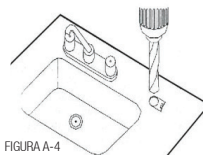

FIGURA A-4
2. Si perfora un fregadero de mármol, granito cerámico, laminado o metálico, primero deberá usar una broca de 5 mm y después una de 12 mm, respectivamente. El taladro debe utilizarse con velocidad baja y sin realizar golpes. Si la encimera está recubierta de hormigón alicatado, deberá perforarse con una broca de diamante. (figura A-4)